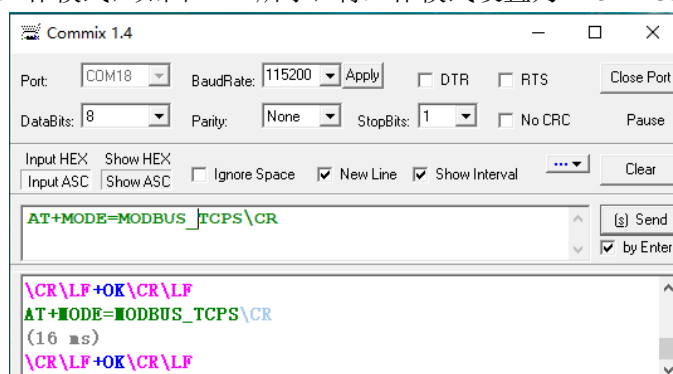

图 12-4 设置 MODBUS_TCPS 模式 AT 指令
- 2) 设置设备工作模式，如图 12-4 所示，将工作模式设置为 MODBUS TCP Slave 模式；